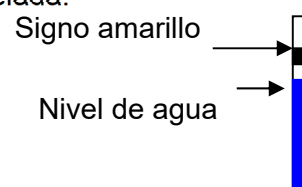

Figura 1
3. Vierta el agua (SOLO AGUA DESTILADA) en el reservorio de agua, hasta que el nivel de agua alcance el nivel del signo "FULL" (LLENO) que se encuentra en la cubierta externa. **De otra forma, puede ver el nivel de agua por debajo del signo amarillo de la tubería de extracción correspondiente a la cubierta externa (Vea la figura 1)**